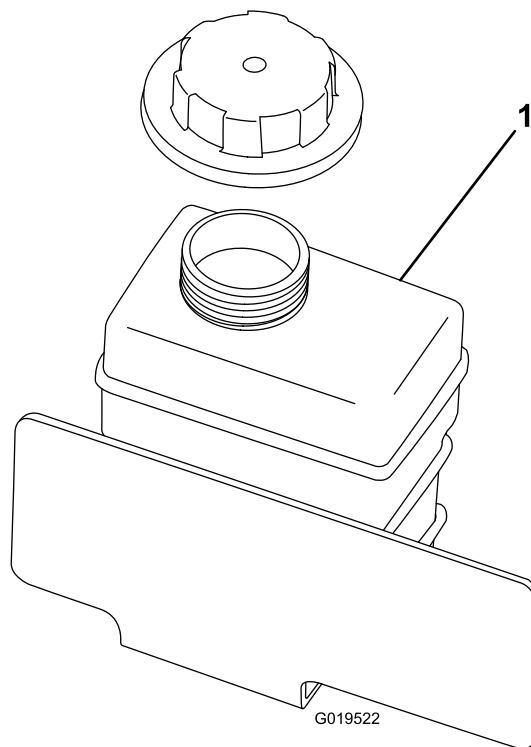

Bild 25
2. Prüfen Sie den Kühlmittelstand im Reservebehälter (Bild 25).